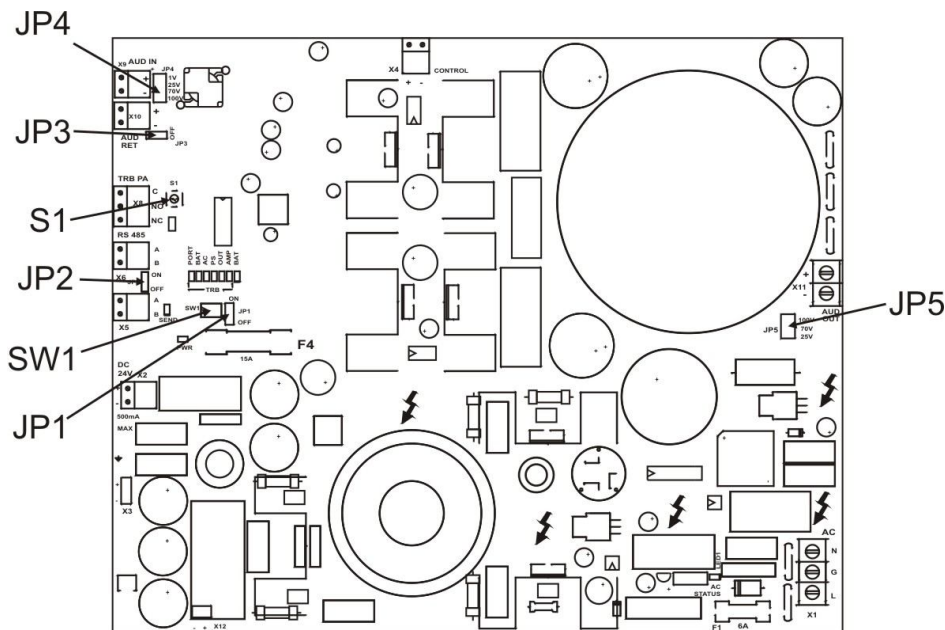

Рис. 5. Расположение перемычек и переключателей на печатной плате.
Расположение перемычек и переключателей на печатной плате усилителя мощности AL-250PA показано на Рис. 5. В Таблице 3 указано назначение и приведено описание перемычек и переключателей.
3.2.7.2. Установите переключкой J4 нужный уровень входного аудио сигнала. **Положение переключки J4 должно соответствовать уровню выходного напряжения установленного в предыдущем устройстве.** Заводская установка – 70 В. Расположение переключки J4 на плате усилителя показано на Рис. 5.
- Установите переключкой JP5 требуемый уровень напряжения на аудио выходе (25 В, 70 В или 100 В). Заводская установка – 70 В. Расположение переключки JP5 показано на Рис.5.